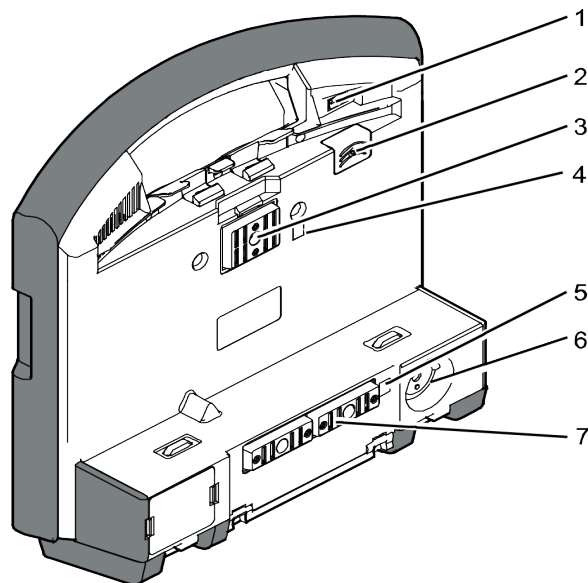

Bild 3-6 Monitoreinheit, Rückansicht
**Anschlüsse** Die Anschlüsse an der Monitoreinheit zeigt Bild 3-6.